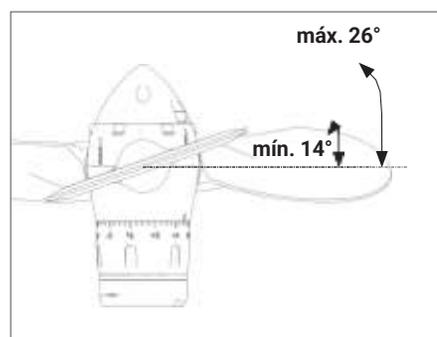

FIG. 26 Rango de ajuste estándar
- Cada muesca de ajuste corresponde a la variación del ángulo de pala en $0,25^\circ$ y provoca un aumento o disminución de unas 40-50 rpm del motor a igual velocidad de la embarcación (este valor es meramente indicativo y depende de las especificaciones del motor instalado). El rango de ajuste estándar va desde un mínimo de 14° hasta un máximo de 26° (Fig. 26). También se encuentran disponibles para aplicaciones especiales ajustes de paso con un rango de un mínimo de 20° a un máximo de 32° .